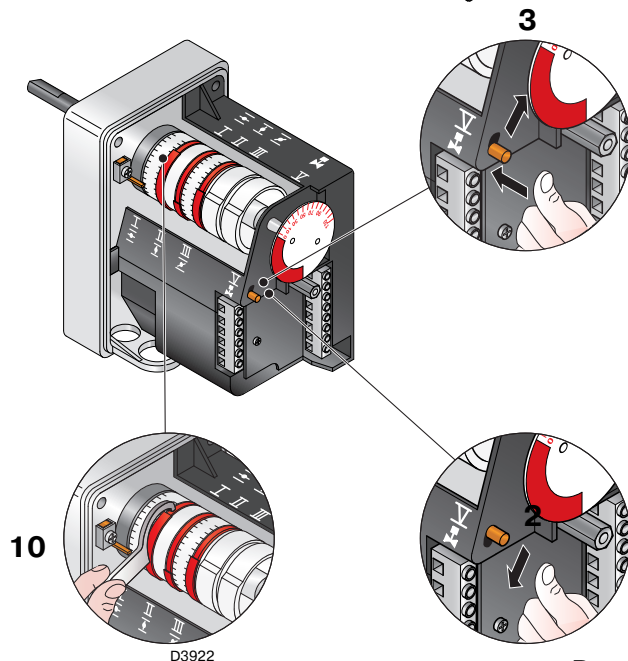

Рис. 29
- если вы хотите уменьшить его расход, немного уменьшите угол кулачка III (Рис. 29), делая небольшие последовательные перемещения, то есть начните от угла 65°, затем перейдите к 63°, 61° и так далее...
- если же вы хотите увеличить его расход, немного нажмите кнопку 2)(Рис. 27) “увеличение мощности”, увеличьте угол кулачка III (Рис. 29), делая небольшие последовательные перемещения, то есть начните от угла 65°, затем перейдите к 67°, 69° и так далее... Затем нажмите кнопку “уменьшение мощности”, переведите сервопривод в позицию минимального открытия и измерьте расход газа.